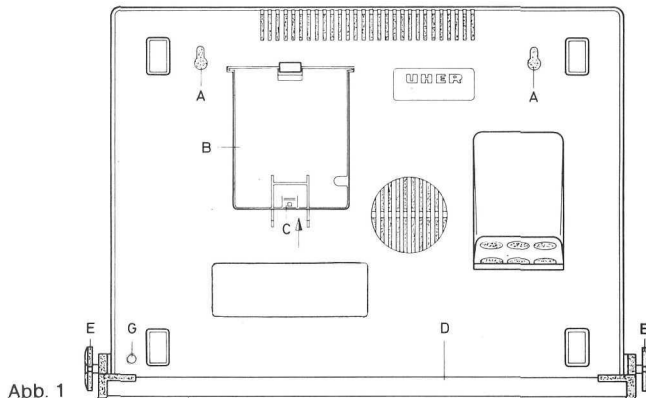

Abb. 1
Das Typenschild mit der Gerätenummer befindet sich unter der Andruckrolle, die nach Abziehen der vorderen Tonkopfabdeckung sichtbar wird. Die Angaben über Betriebsspannung, Netzfrequenz und Leistungsaufnahme befinden sich im Kabelfach (B) (s. Abb. 1) an der Geräteunterseite.
The type designation shield bearing the number of the machine is located beneath the pressure roller; it may be seen once the front tape-head cover has been removed. Data on operating current, mains frequency and power consumption are found in the cable compartment (B) (see Fig. 1) on the bottom side of the machine.
L'étiquette signalétique qui porte le numéro de série du magnetophone se trouve sous le galet presseur (ce dernier est visible après le démontage de la coiffe de protection avant des têtes magnétiques). Les valeurs précisant la tension de fonctionnement, la fréquence de la tension du secteur et le wattage sont inscrites dans le compartiment (B) du câble (voir fig. 1).
1.2 Betriebslage (s. Abb. 1)
1.4 Netzanschluß-Betriebsspannung-Netzsischerung (s. Abb. 1 und 2)
1.5 Montage des Tragegriffes (s. Abb. 1 und 3)